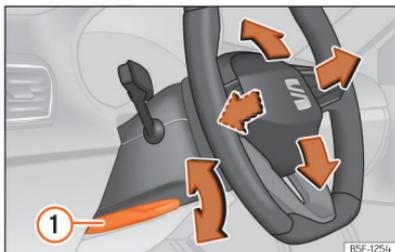

Fig. 92 Alavanca na parte inferior do lado esquerdo da coluna de direção
- Puxe a alavanca »» Fig. 92 ① para baixo, mova o volante até à posição desejada e volte a subir a alavanca até ao ponto de fecho.
- Após ajustar a coluna da direção, empurre firmemente a alavanca »» Fig. 92 ① para cima para que o volante não mude de posição acidentalmente durante o andamento.